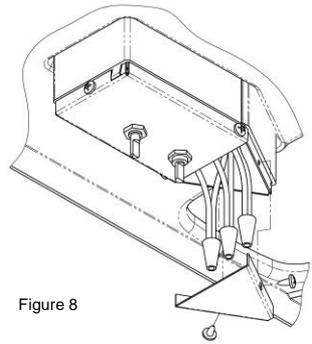

Figure 8
- D. Raccordez le fil d'alimentation noir à la queue de cochon noire, le fil d'alimentation blanc à la queue de cochon blanche et le fil de mise à la masse d'alimentation à la queue de cochon verte située dans la boîte de connexion avec les 3 marettes fournies. Fixez les marettes aux fils de façon professionnelle avec du ruban isolant homologué U.L. (voir Figure 8).
- E. Enfoncez les fils d'alimentation et les marettes dans la boîte de connexion en évitant de pincer les fils, fixez la boîte de connexion avec les 2 vis fournies (voir Figure 8).